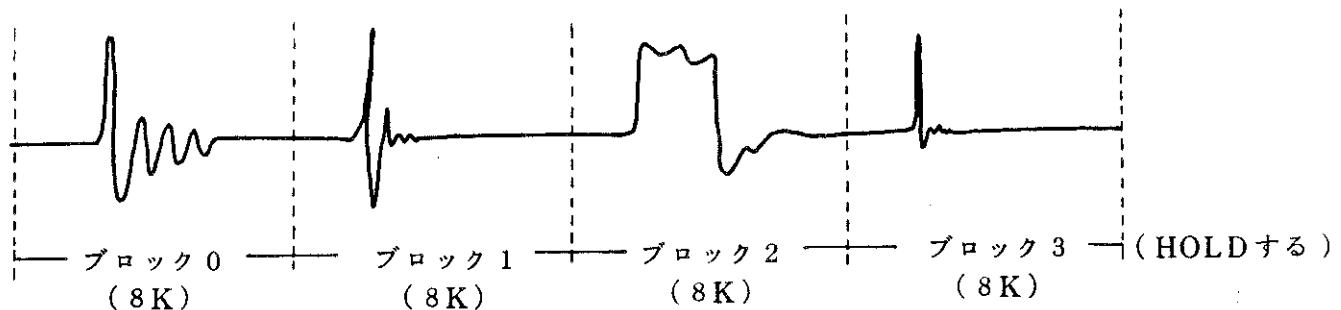
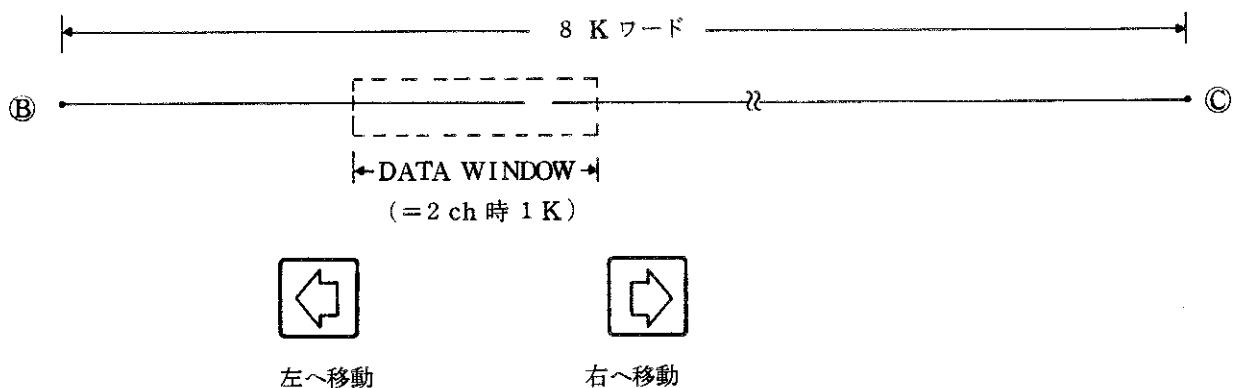
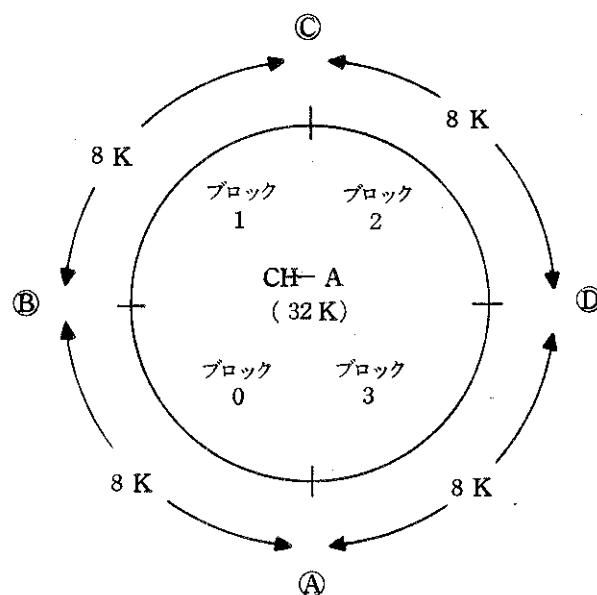

図4-56 “ADVANCE ARM MODE”とAUTO ARM
図 4-58 ブロック 1 内でのデータ・ウィンドウの移動
図 4-59 32Kワード・データ・メモリを8Kワードで分割したブロック
"ADVANCE ARM MODE" と ARM を併用しますと、指定した任意のブロック（後述）にデータを書き込むことができます。以下に両チャンネル動作時において、[図 4-59] のようにデータ・メモリを分割したとき、任意のブロック (0 ~ 3) にデータを書き込む方法を示します。
"NORMAL ARM MODE" と ARM を併用した場合には、"BLOCK NO." がいくつに設定されていても常にブロック 0 にデータが書き込まれ、[図 4-59] のように分割したときは、他ブロック 1 ~ 3 は使用されません。
“BLOCK NO.”がいくつに設定されていても常にブロック0からデータが書き込まれ、ブロック0への書き込みが終了すると順次ブロック1, 2…と書き込まれて最大のブロックへの書き込みが終了するとAUTO ARMが解除されてHOLD状態となります。したがって〔図4-59〕のようにデータ・メモリを分割しますと、連続して起こるトランジエント現象などを4つのブロックに書き込むことができます。これを図示しますと〔図4-56〕のようになります。
“NORMAL ARM MODE”とAUTO ARMを併用しますと、“BLOCK NO.”がいくつに設定されていても常にブロック0にデータが書き込まれ、〔図4-59〕のようにデータ・メモリを分割したときは、他のブロック1, 2, 3は使用されません。
- ②  スイッチによって、移動子マーク (□) を “**ARM MODE**” の **ADVANCE** の位置に移動し、 スイッチにて設定します。
- ③ “**ARM LENGTH**”を、ブロックにデータを書き込んだときの値に設定します。それ以外の値に設定しますと、データは正しく読み込まれませんので注意して下さい。例えば、[図 4-59] のようにデータ・メモリを分割してデータを書き込んだときには、“**ARM LENGTH**”を 8K に設定します。
前述のように HOLD 状態において “**ADVANCE ARM MODE**” 設定後 “**BLOCK NO.**” を指定し、 **PANEL** セクションの  スイッチによって任意のブロックからデータを読み出した後、 DATA WINDOW 機能を用いることによって指定したブロック内の任意の位置からデータを読み出すことができます。 [ 図 4-59 ] のようにデータ・メモリを分割してデータを書き込んでから、 ブロック 1 のデータを読み込んだ例を [ 図 4-58 ] に示します。
[図 4-58]に示しますように、"ARM LENGTH"を8Kに設定してデータを読み込みますと、その8K内でデータ・ウィンドウを移動させることによって任意の位置の1Kワードのデータを読み出すことができます。データ・ウィンドウの使用方法の詳細に関しましては、4-4-7.項②③ b. DATA WINDOW ON モードでのデータ移動を参照して下さい。
両チャンネル動作時に“**ARM LENGTH**”を8Kに設定したとき、データ・メモリがどのように分割されるかを〔図4-59〕に示します。この図からチャンネルAの32Kワードのデータ・メモリが8Kワードを単位とする4つのブロックに分割されることが分かります。